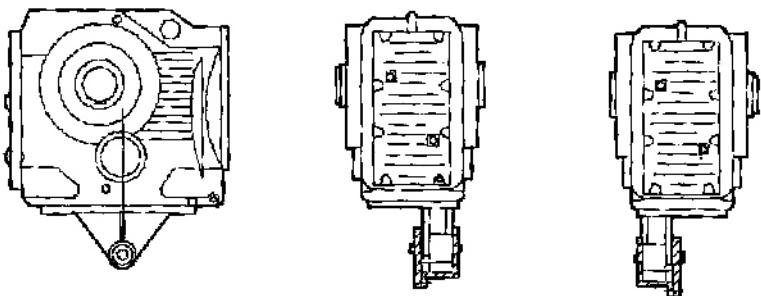

图19
- 4.5.1 EKAT 系列弧齿锥齿轮减速机防转臂安装如图 19 所示。